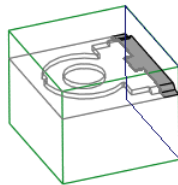

图 14.33 完成后的延伸曲面
③ 在“曲面延伸: 曲面延伸”操控板中单击 **完成** 按钮。完成后的延伸曲面如图 14.33 所示。